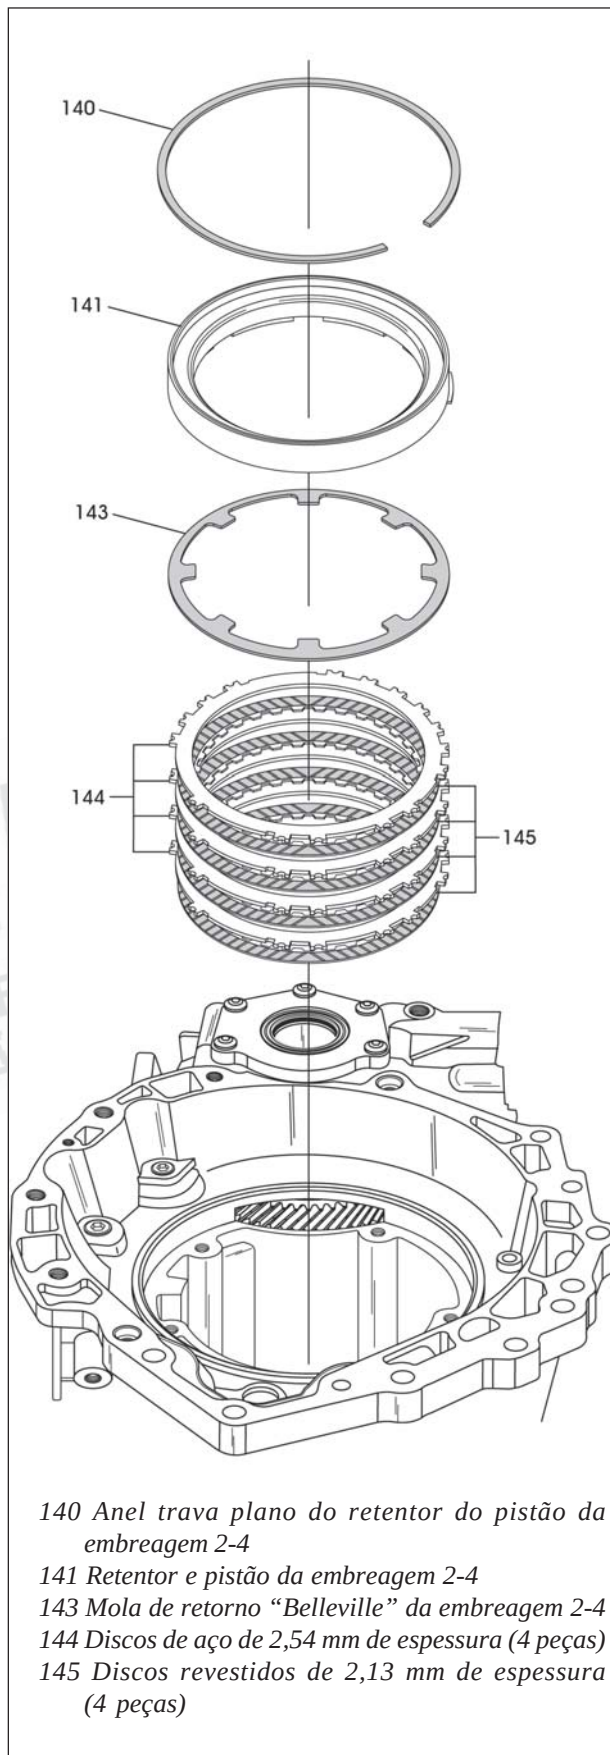

Figura 66
47. Remova o anel trava plano da carcaça que fixa o retentor da embreagem 2-4, conforme mostra a figura 66
48. Remova o retentor da embreagem 2-4 e pistão, conforme indica a mesma figura 66.
49. Remova a mola de retorno tipo “Belleville” da embreagem 2-4, conforme a figura 66.
50. Remova os discos de aço e discos revestidos da embreagem 2-4, conforme mostra a figura 66.